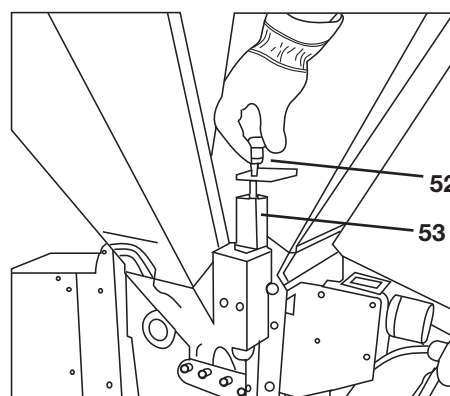

Bild 45
- Drehen Sie die Gewindestange (52) wieder in die Kontakthalterung (53) (siehe „Bild 45“).
- Drehen Sie die Gewindestange (52) wieder in die Kontakthalterung (siehe „Bild 45“, Seite 15).